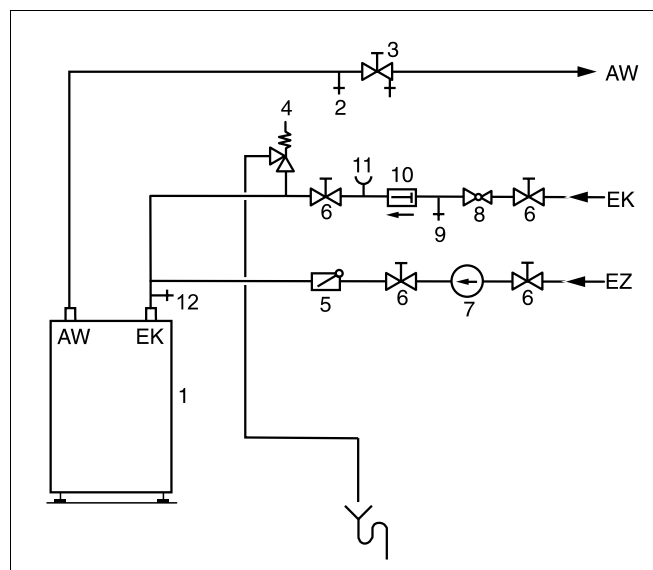

Fig. 2 Instalare (schemă de principiu)
- Ventilul de aerisire (Fig. 2, **Poz. 2**) se va monta în instalația de apă caldă înaintea ventilului de închidere (Fig. 2, **Poz. 3**).
- Pe ventilul de siguranță (Fig. 2, **Poz. 4**) se aplică o plăcuță de avertizare cu următoarea inscripție: "Nu obturați conducta de purjare. În timpul procesului de încălzire, din motive de siguranță poate ieși apă."
- Restul instalației se golește prin ventilul de golire (Fig. 2, **Poz. 12**).